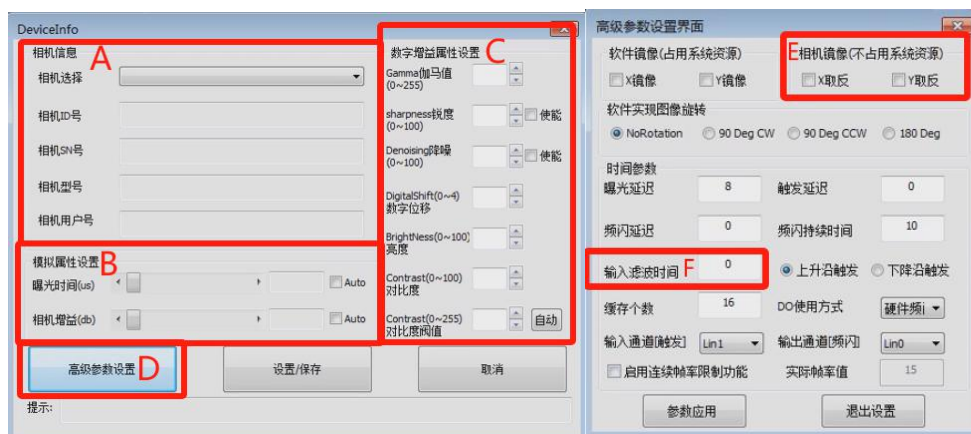

图 2-4
- C. **相机设置**: 当图像效果需要进行相机参数操作时, 点击“相机设置”进入如下图 2-4 界面:
- d. **高级参数设置**: 点击弹出高级参数设置界面, 如图 2-4 右侧所示;